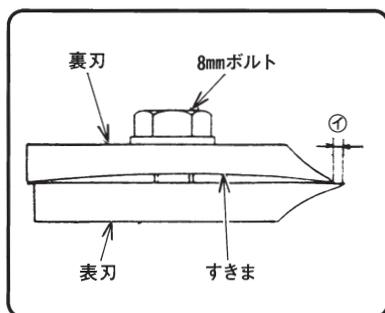

図 17
(1) 研磨刃（付属品の場合）
① 木材の用途（柱および板など）に合わせて表刃の刃先が裏刃の刃先から①寸法出るように調整してから、3個の8mmボルトを付属の13mmボックススパナで締付けます。(図17)
①寸法 柱……0.4～0.5mm
② 表刃と裏刃の合わせ面は図17のようにすきまがあり、刃先の部分が開かなくなっています。
(1) 図17のように組立てしたかなな刃（表刃・裏刃）の表刃凹溝（図22参照）をアジャストスクリュの凸部（図22参照）に入れ、ターンテーブルに取り付けます。